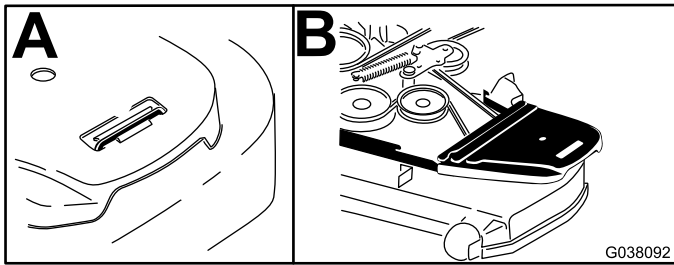

Figura 21
2. Togliete il copricinghia destro (Figura 21).